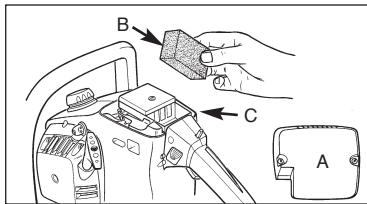

Рис. 15
1. Удалите верхнюю крышку (A). (Рис. 15)
2. Выньте воздушный фильтр (B) из корпуса воздушного фильтра(С) (рис. 15).